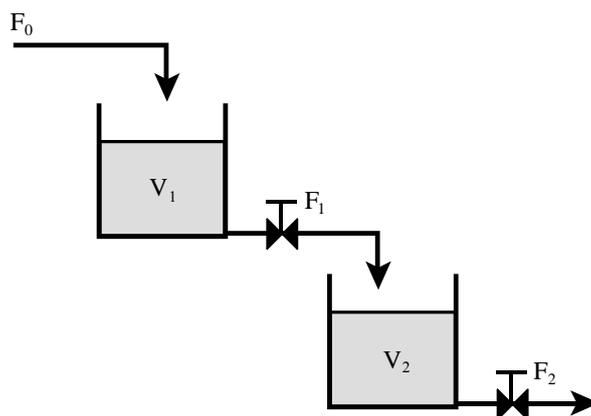

Figura 1: Tanques en serie no interactiva.
- La Figura 1 muestra dos tanques conectados en serie no interactiva. Los dos tanques descargan a la atmósfera. Ambos tanques son iguales con diámetro de 1 m y altura máxima de líquido igual a 2 m. Las dos válvulas de descarga son lineales y tienen un $C_v = 2.0 \times 10^{-4} \text{ m}^3/\text{kg}^{0.5}$. El caudal de alimentación es 10 l/s de agua. Realice las siguientes actividades: